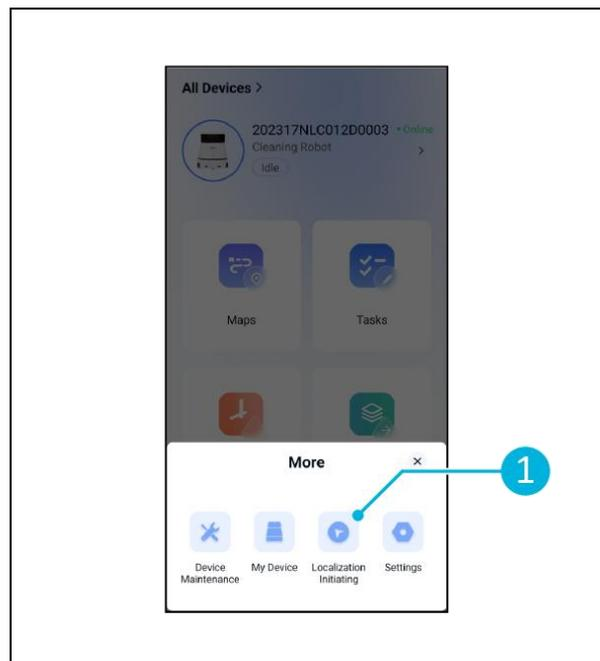

Figura 27
3. Seleccione [\[Iniciando localización\]](#). (Figura 27, pos. 1).